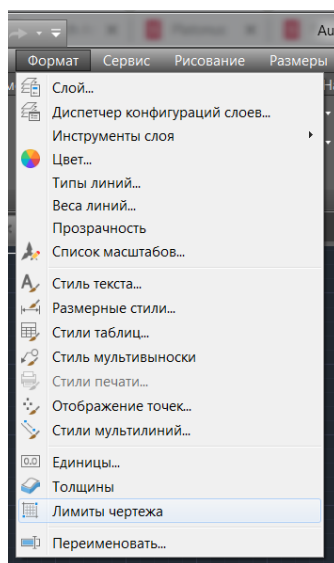

Рисунок 9 – Настройка области рисования
1. В строке меню выберите: [Формат] → [Лимиты чертежа]. (Рисунок 9)